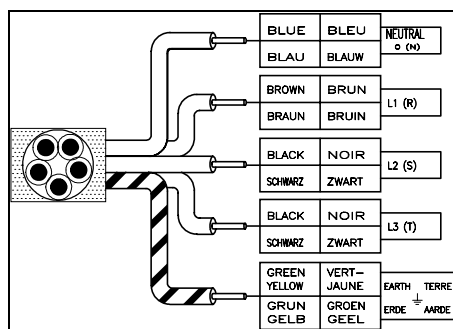

Abb.6
- 400-415 V3N~ (5- adriges Kabel) Abb.6